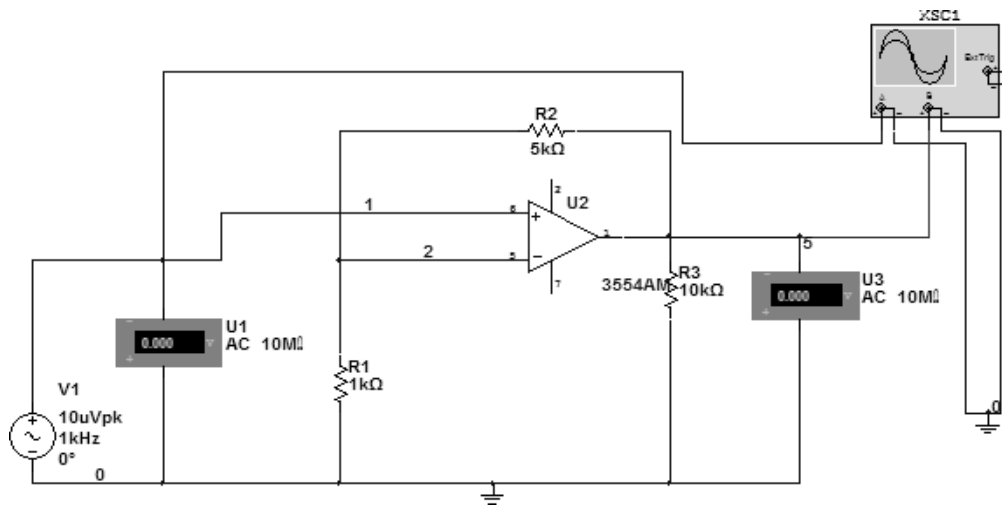

Рис. 5
- 1) неинвертирующего ОУ с ООС (неинвертирующий ОУ с ООС) (рис. 5)